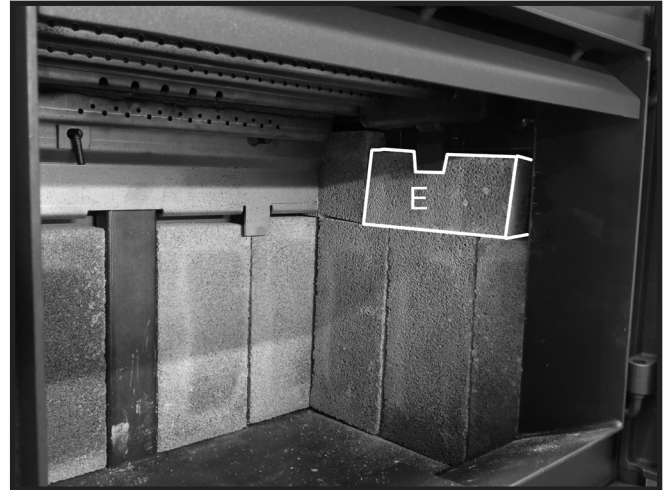

Figure 16: Mur de brique réfractaire final en position.
5. Glissez une brique réfractaire "E" sous la languette du rail en brique du mur latéral et posez-la sur les trois briques réfractaires du mur latéral précédemment placées (Figure 16). Répétez les étapes 4 à 7 de l'autre côté.